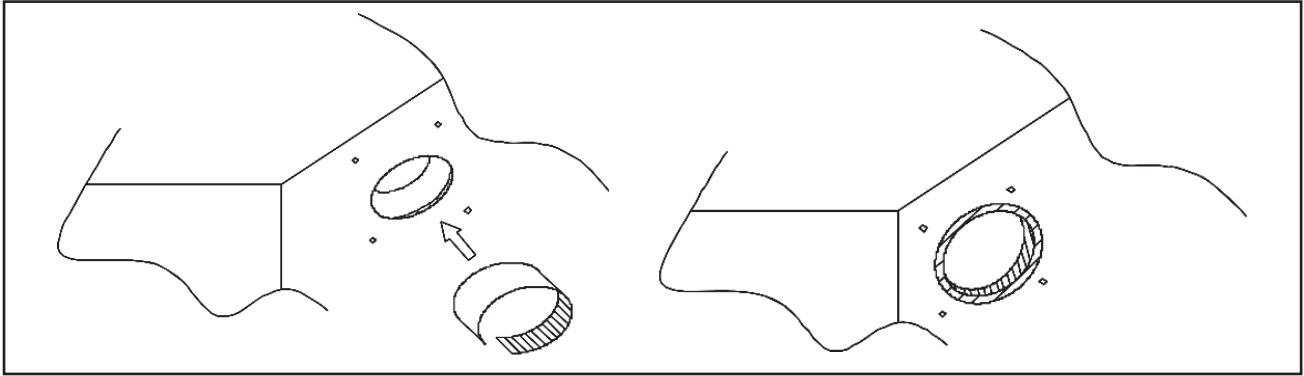

FIG. 37
- As extremidades da placa lateral e o isolamento interno devem estar completamente aderidos, sem deixar nenhuma folga ao longo da circunferência do furo (fig. 37).
- Certifique-se que a superfície interna do isolamento está firmemente em contato com a borda interna e o isolamento da placa lateral (fig. 37).